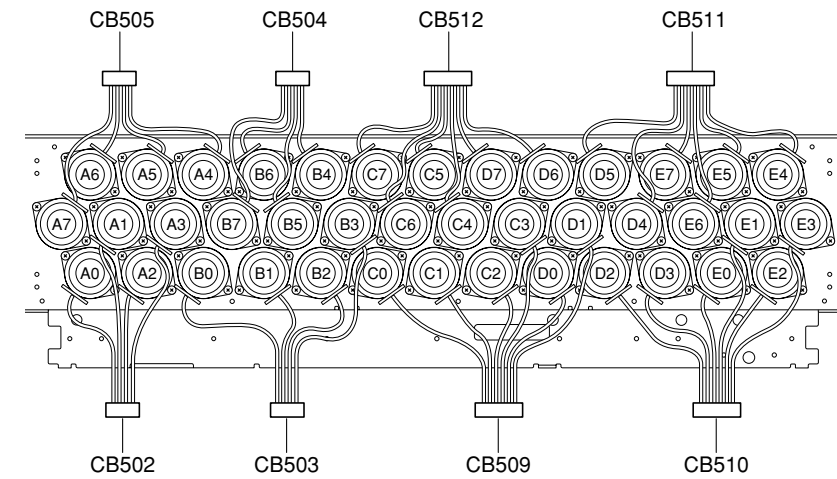

Fig. 10
* Make sure that all the removed driver tweeter parts are reinstalled at specified positions. (Fig. 10)
* 取り外したスピーカユニット(ツイーター)は、すべて決められた位置に取り付けてください。(Fig. 10)
Caution: Make sure that all the removed driver (tweeter) parts are reinstalled at specified positions. (Fig. 10)
注意: 取り外したスピーカーユニット(ツイーター)はすべて決められた位置に取り付けてください。(Fig. 10)